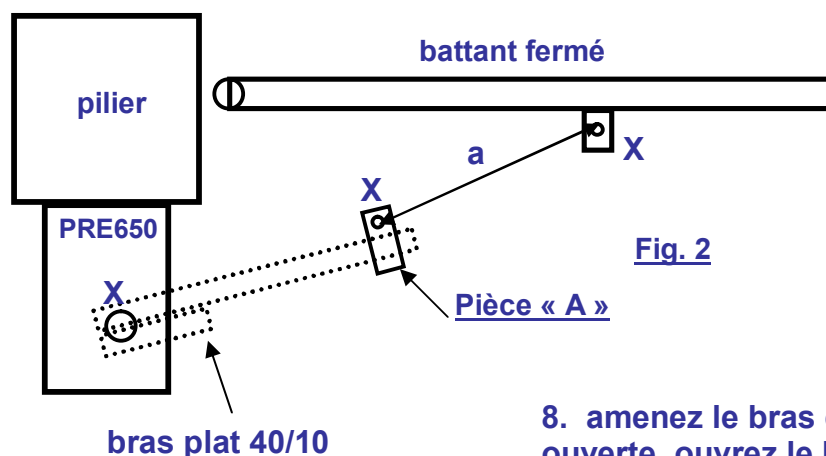

Fig. 2
7. mesurez la cote « a » (voir fig. 2)